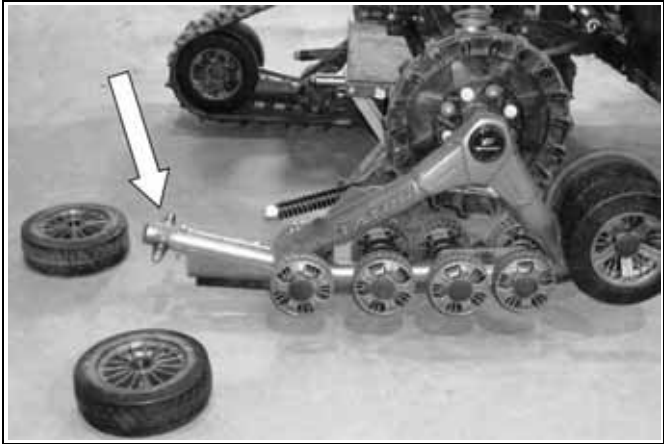

Abbildung 19
- Nehmen Sie die beiden 255-mm Laufräder, die am gegenüberliegenden Ende vom Kettenspanner angebracht sind, ab (siehe Abbildung 19).